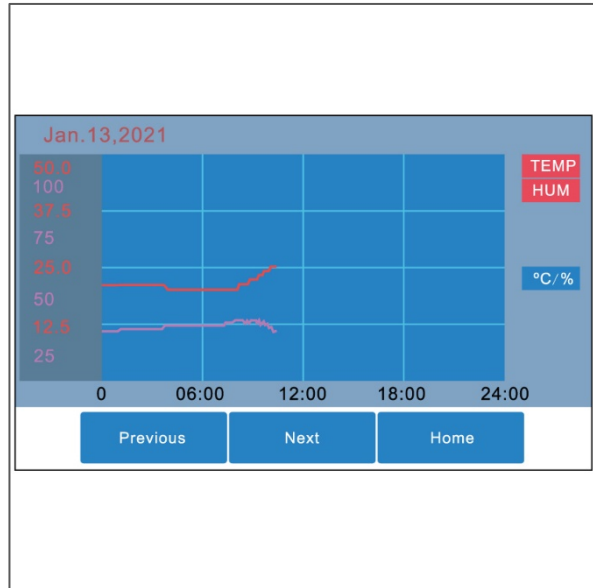

Figura 17
2. Si apre la panoramica TEMP/HUM (Figura 17).